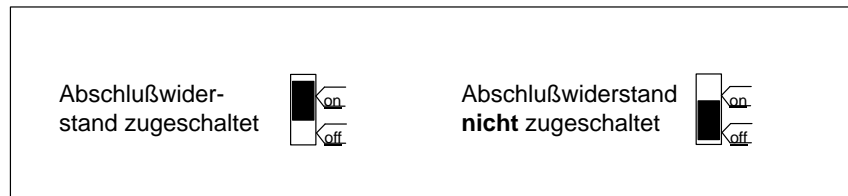

Bild 3-16 Busanschlußstecker (6ES7 972-0B.11-...): Abschlußwiderstand zugeschaltet und abgeschaltet
3. Wenn sich der Busanschlußstecker am Anfang oder Ende eines Segments befindet, müssen Sie den Abschlußwiderstand zuschalten (Schalterstellung "ON") (siehe Bild 3-16).